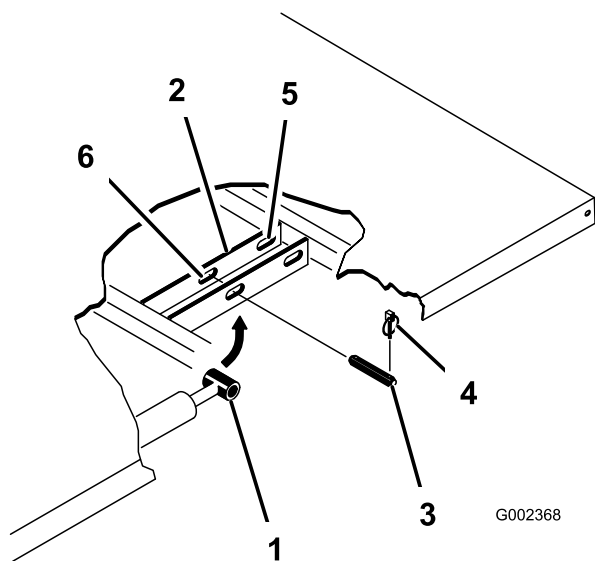

図 23
3. シリンダの外側端部からリンチピンを外す(図 23)。
- シリンダロッドの端部を荷台取り付けプレートのスロットに固定しているクレビスピンを内側に押し込んで外す(図 23)。
- ピボットブラケットをフレームに固定しているリンチピンとクレビスピンを外す 図 23。